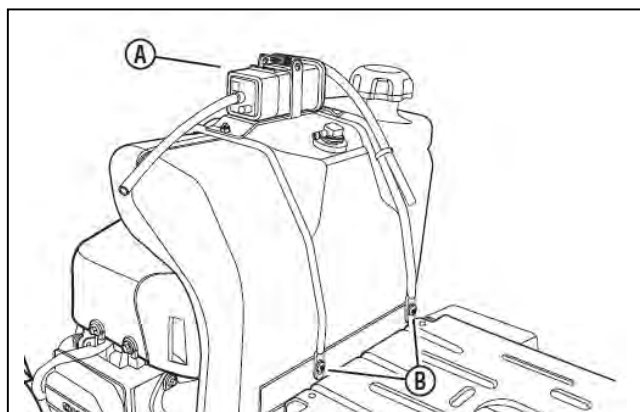

図 1-6
- B. キャニスタ/ホルダー(図 1-6 の A)をタンクの上に取り付けます。キャニスタ/ホルダを押さえているバンドをタンクブラケットにトルクス・スクリュ(B)で固定します。